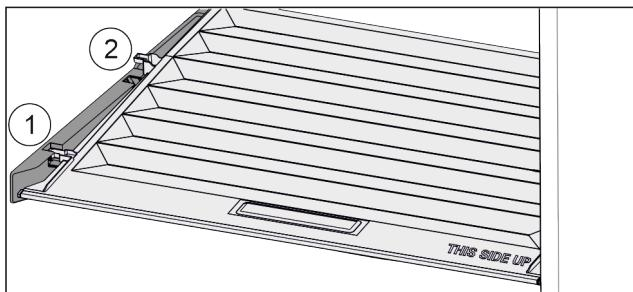

Fig. 126
- Кришку до отвору в деталях для підтримки потягнути вперед Fig. 126 (1).
► Підняти ззаду знізу та вийняти Fig. 126 (2) вгору.